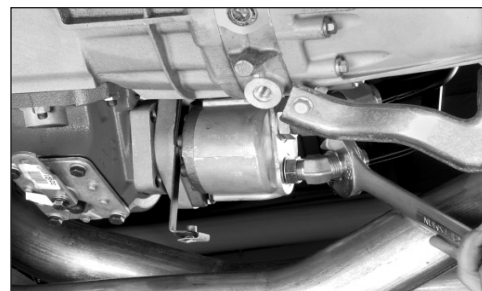

Fig. 21
23. A continuación conecte los tubos hidráulicos en la bomba y apriete los conectores en la bomba y las tuercas del tubo (Fig. 21). Coloque en su posición el conector haciéndolo retroceder (girándolo hacia la izquierda) hasta una vuelta completa. Sujete el conector y el tubo en la posición deseada y apriete la tuerca de seguridad con una llave inglesa. Instale el tubo en el conector apretando el conjunto con una llave inglesa hasta que se sienta resistencia. A partir de ese punto, gire un sexto de vuelta.